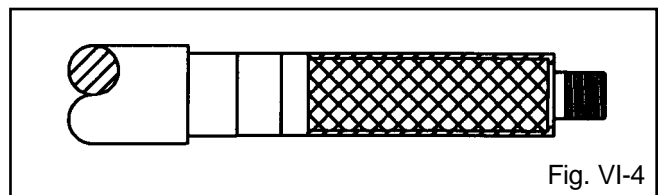

Fig. VI-4
9. Frese el reborde de la camisa parejo y paralelo al reborde del eje (Fig. VI-4).